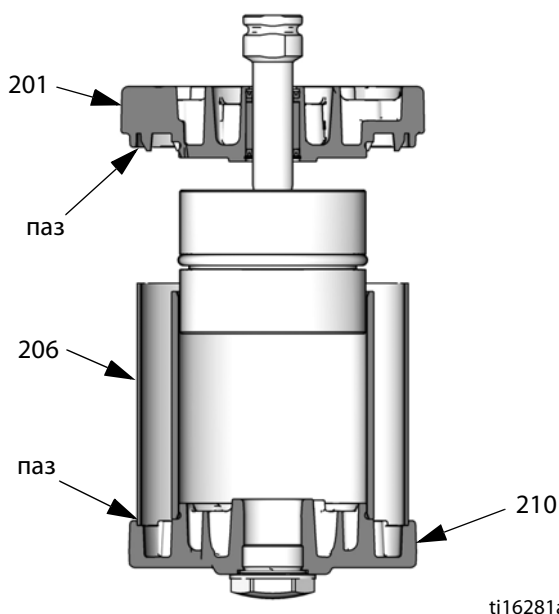

Рис. 15. Выравнивание защитного экрана по пазам на крышках
5. Нанесите смазку на уплотнительное кольцо (202*) и установите его на нижнюю крышку (201).
6. Осторожно вставьте резьбовой конец штока (218) в нижнюю крышку (201).
7. Нанесите на резьбу штока (218) клей 16G561. Навинтите на шток поршень (219). Зажмите поршень в тисках с губками из мягкого металла и затяните его с усилием 35–40 футофунтов (47–54 Н•м).
8. Нанесите смазку на уплотнительное кольцо (204*) и установите его на поршень (219).
9. См. Рис. 15. Осторожно поместите поршень и нижнюю крышку в сборе на цилиндр (205), вставив поршень (219) в цилиндр. Поверхности коллектора на верхней и нижней крышках должны располагаться на одной линии. Удостоверьтесь в том, что защитный экран (206) находится в пазах верхней и нижней крышек.